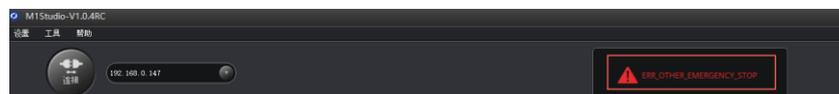

图 5.16 报警提示示意图
**步骤 4** 在M1Studio界面双击产生的报警提示，如图 5.16所示。